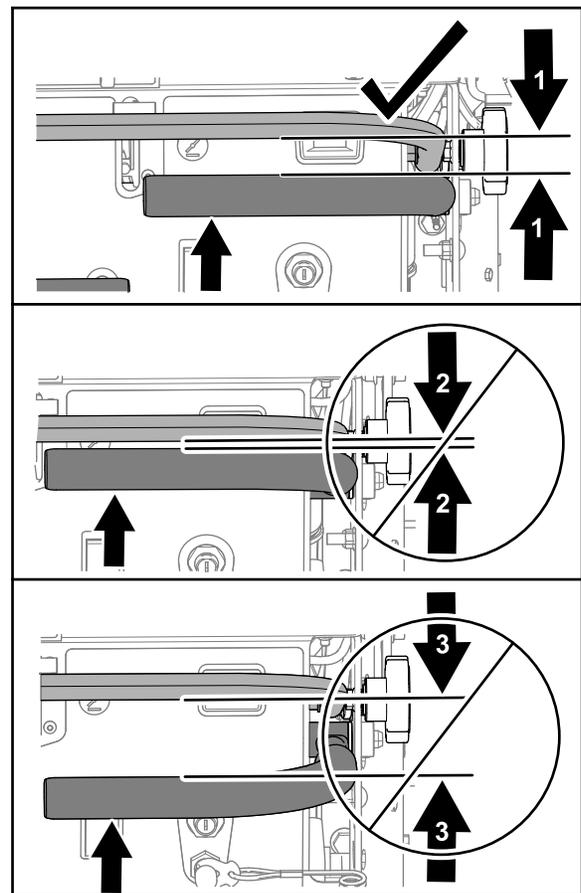

Figure 96
3. Utilisez le levier de commande de déplacement en avant et mesurez la distance entre la barre de commande de vitesse et le levier (Figure 96).